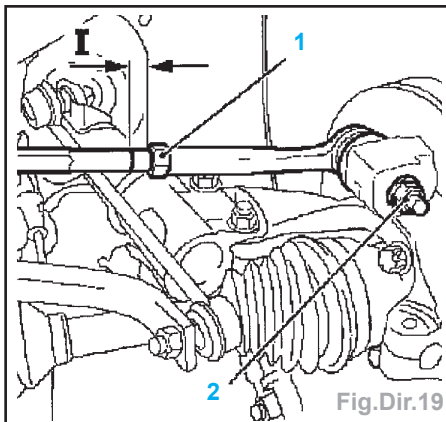

Fig.Dir.19
- Mesurer les pas de filetage libres (I) (Fig.Dir.19).